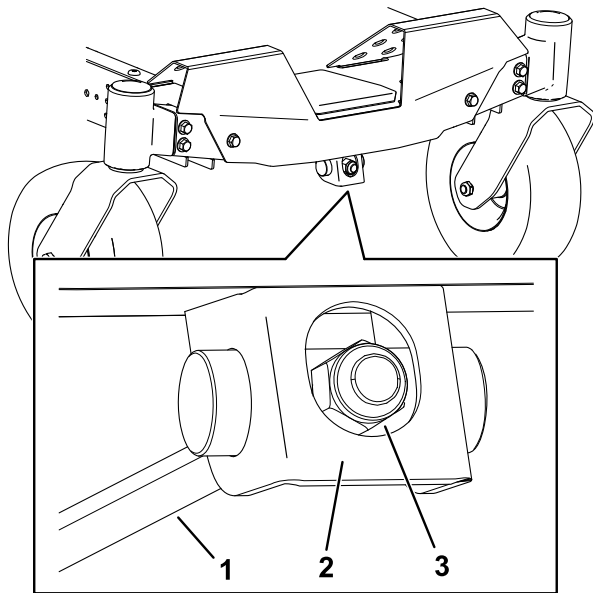

Figure 65
1. Tournez l'écrou de réglage à l'avant du tablier de coupe (Figure 65).